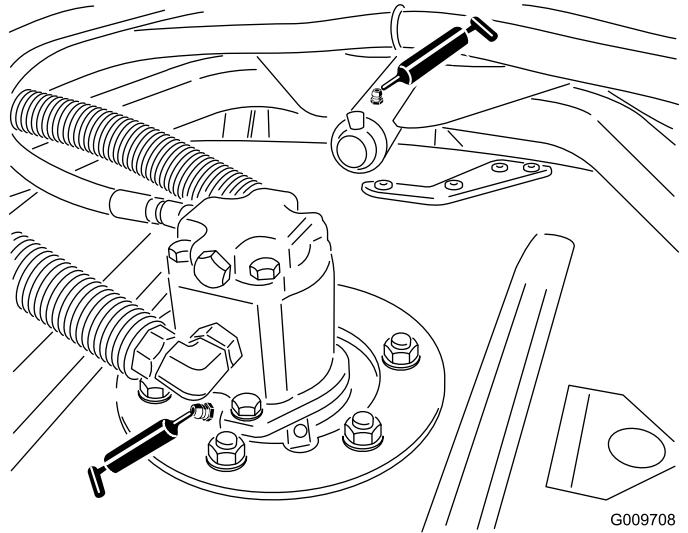

**Figura 23**
- Articulaciones esféricas del cilindro de dirección (2) (Figura 23)